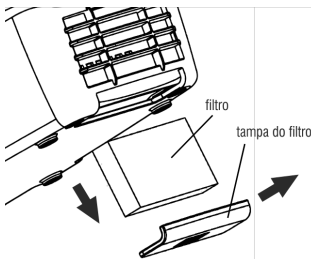

Fig. 10 – Filtro
- El usuario debe, frecuentemente, verificar las condiciones del filtro que se encuentra en la parte de adelante de la pistola de pintura. Una buena condición del filtro influencia directamente el rendimiento del equipo. Para sustituirlo basta retirar la tapa del filtro como se muestra en la Fig. 10. Instale un nuevo filtro y conecte la tapa nuevamente.